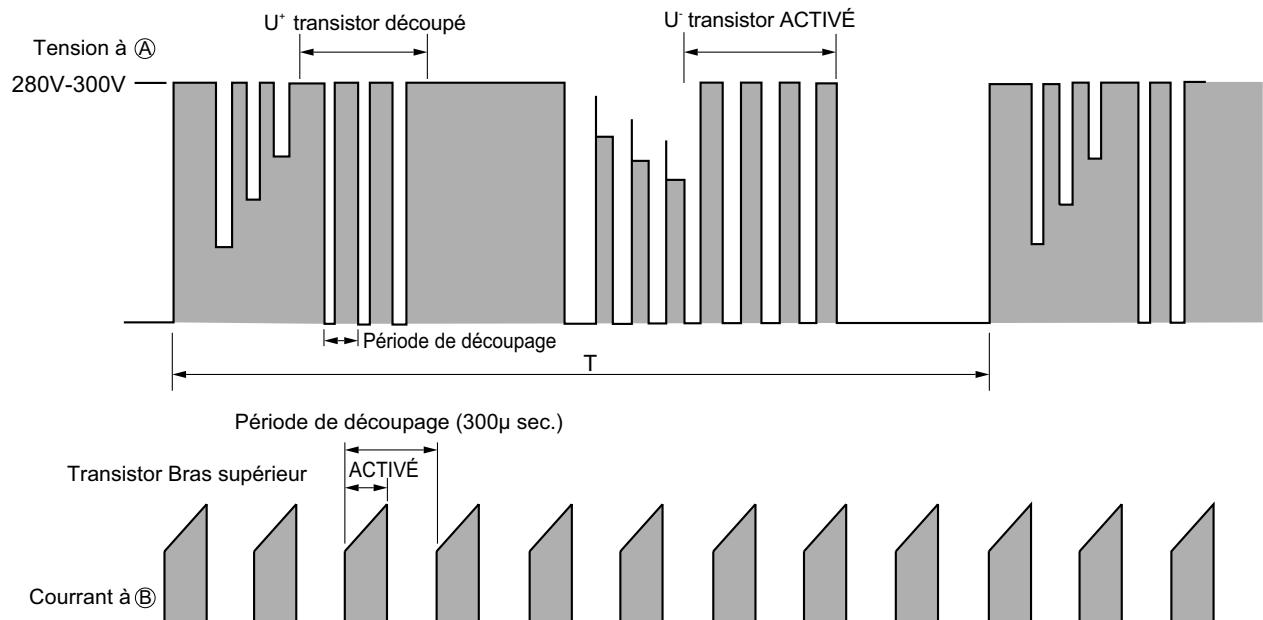

Fig. 4-3 Forme d'onde de la tension à chaque point
La Fig. 4-3 représente la forme d'onde de la tension à chacun des points indiqués dans les Fig. 4-1 et 4-4. La première moitié du bras supérieur est découpée, la deuxième moitié est MARCHE, et la première moitié du bras inférieur est découpée, la deuxième moitié est MARCHE.
Étant donné que le courant est émis au point ③ uniquement lorsque le transistor U+ est ACTIVÉ, la forme d'onde en cours au point ③ devient intermittente, comme indiqué sur la Fig. 4-3. Étant donné que le courant au point ③ est plus ou moins proportionnel au courant d'entrée du climatiseur, le courant d'entrée est contrôlé à l'aide de la résistance de détection de courant CC (Id).